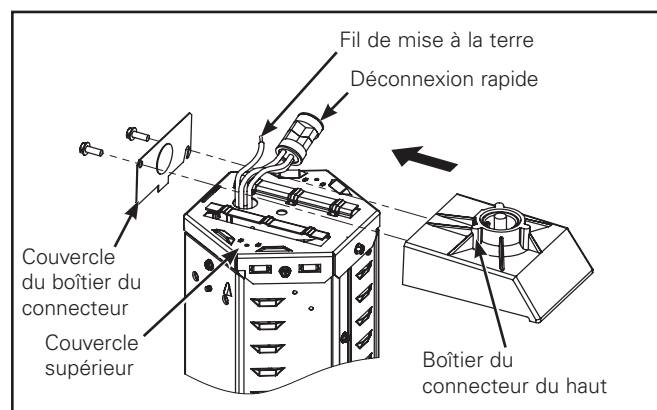

Figure 3.
1. Glissez le boîtier du connecteur du haut sur le couvercle supérieur (Figure 3).